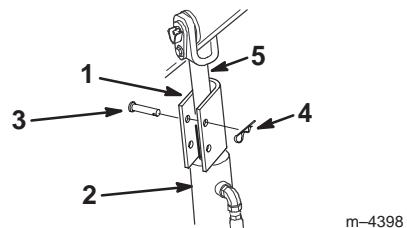

Bild 17
4. Bringen Sie über jeder Hubzylinderstange eine Hubarm-Zylinder-Arretierung an (Bild 17).
5. Sichern Sie jede Hubarm-Zylinder-Arretierung mit einem Lastösenbolzen und einem Splint (Bild 17).